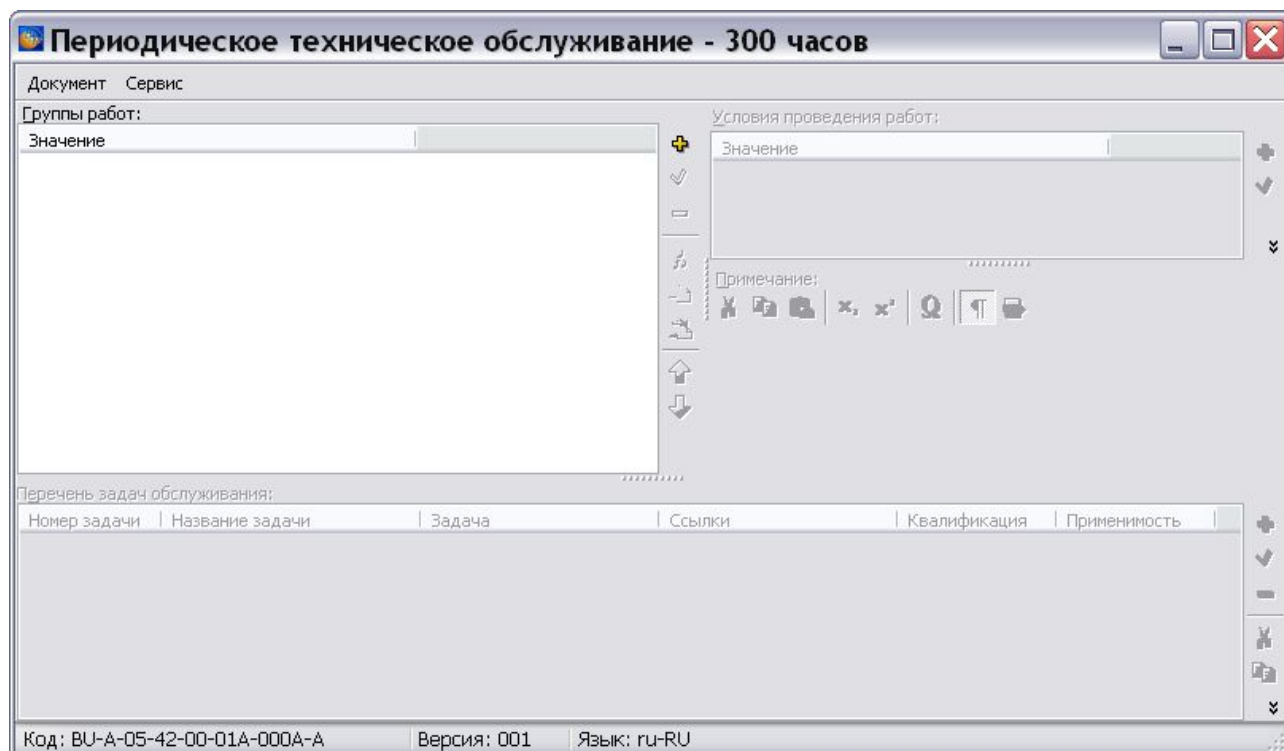

Рис. 7.70
4. Выделите версию и нажмите на кнопку . При этом откроется диалоговое окно редактора с названием модуля данных (Рис. 7.70).